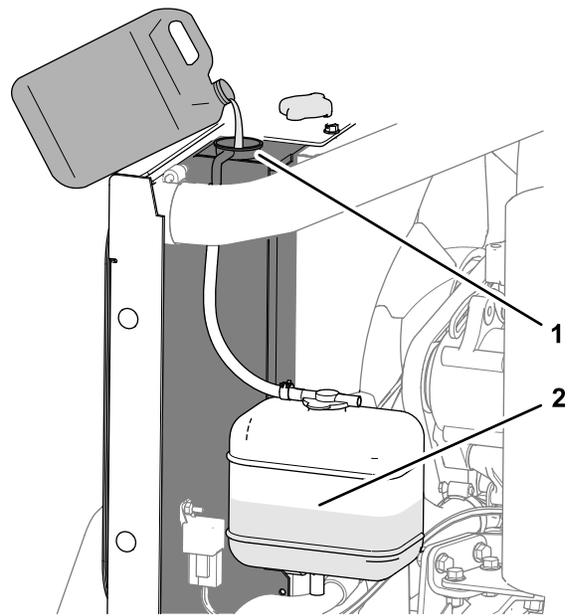

图59
- 安装散热器盖 图59。
- 从冷却液储液箱卸下盖子添加指定冷却液直至达到油箱的 1/2 处 图59。
- 将盖子安装到冷却液储液箱 图59。
- 卸下散热器盖缓慢添加指定的冷却液直至散热器加满 图59。